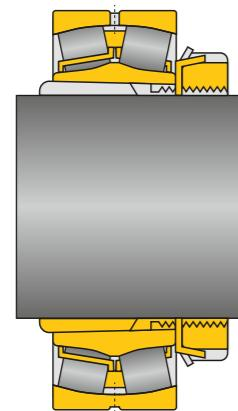

рис. 11a
- закрепительной втулки (рис. 11a);